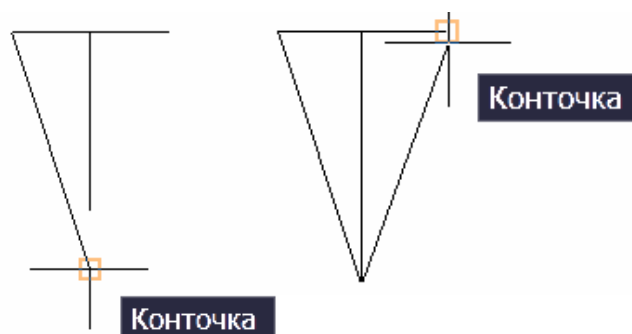

Рис. 2.25
- с) вспомогательное построение конусности с использованием привязки **Конточка (Endpoint)**, соединив концы построенных отрезков (рис. 2.25).